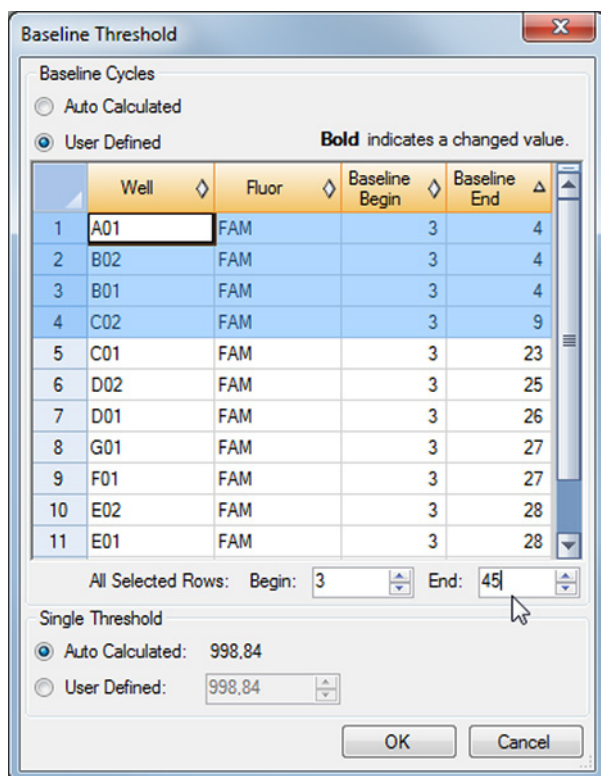

Figura 5: Cuadro de diálogo Baseline Threshold (umbral de línea de base)
3. En la barra de menú de la ventana Data Analysis (análisis de datos), haga clic en **Settings** → **Baseline Threshold...** (ajustes → umbral de línea de base...) para abrir el cuadro de diálogo Baseline Threshold (umbral de línea de base) (consulte la figura 5).
5. Seleccione todas las líneas que muestren un valor de **Baseline End** (final de línea de base) de 1 a 9 (consulte la figura 5).
6. Establezca el valor en el campo **End:** (final:) en 45 para las líneas seleccionadas (consulte la figura 5).
9. Repita los pasos del 3 al 7 para los canales de detección VIC™ (IC) y Cy5 (HHV-6B objetivo).